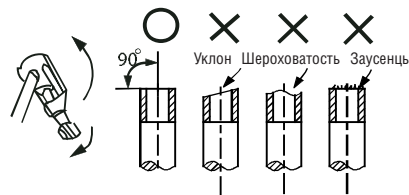

Рис. 8-1
- Отрежьте трубу при помощи трубореза. (См. рис. 8-1).